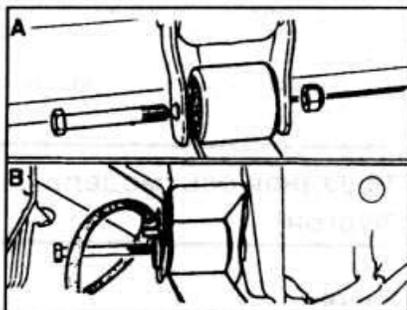

Рис. 10.36. Переднее (А) и заднее (В) крепления листовой рессоры.
- Отвинтите гайку и извлеките болт заднего крепления листовой рессоры (см. рис. 10.36).